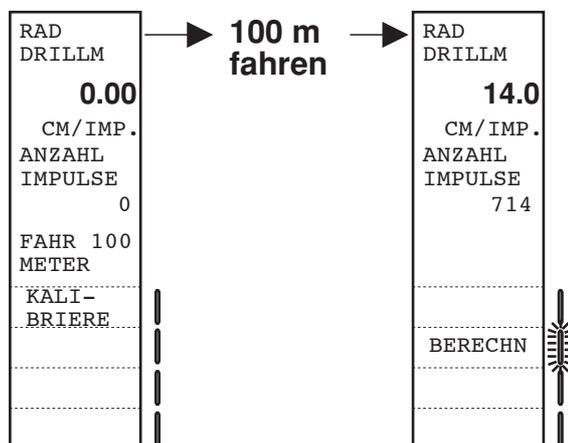

Рис. 22 - 25 Калибровка датчика пути
- Если пульт принял достаточное количество импульсов, мигает функциональная клавиша „Berechn“ (Вычислить), см. рис. 22 - 25.